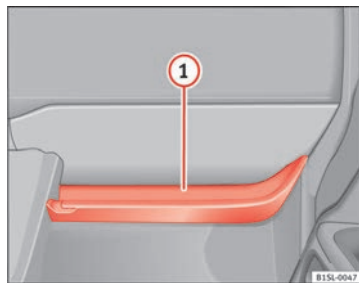

Abb. 77 Ablagefach offen auf der Beifahrerseite.
Am offenen Ablagefach befindet sich ein Taschenhaken ⇒ Abb. 77 ①.